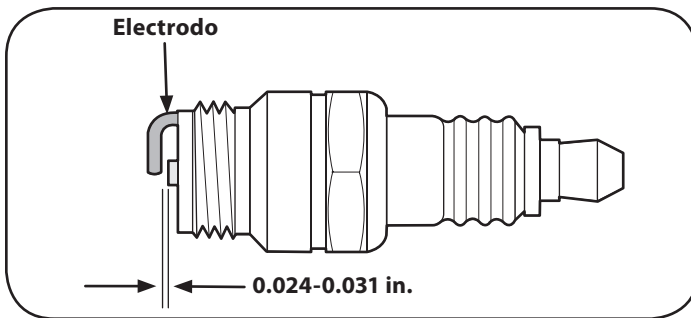

Figura 29
- Mida la separación de bujía con un calibrador. Corrija de ser necesario torciendo el electrodo lateral. Vea la Figura 29. La separación debe establecerse para que quede entre 0.024-0.031 pulg.